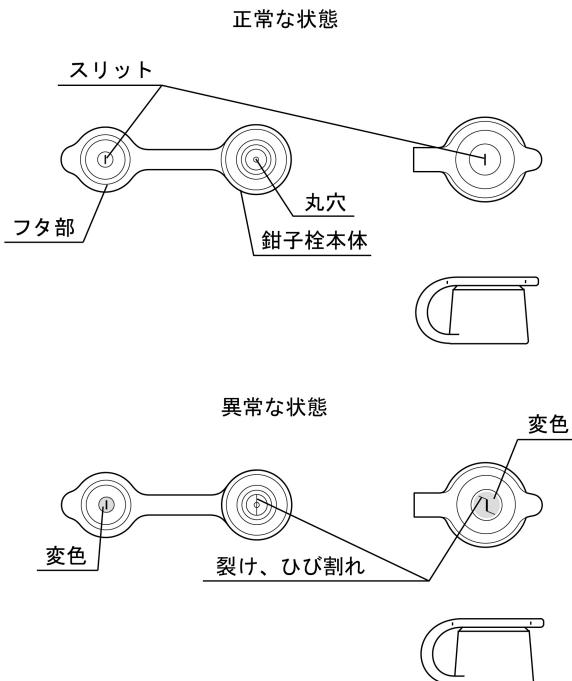

図2
- 12.鉗子栓のフタ部のスリットまたは鉗子栓本体の丸穴に裂け、ひび割れ、変形、変色などの異常がないことを目視で確認すること（図2参照）。